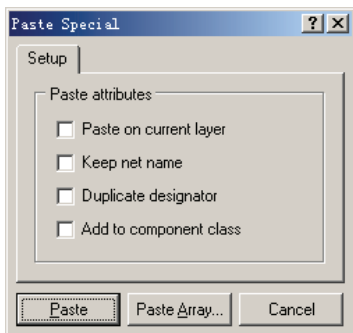

图 6-56 “Paste Special” 对话框
1) 选择“Edit”→“Paste Special”命令，启动阵列式粘贴，系统将弹出图 6-56 所示的“Paste Special（选择性粘贴）”对话框。
2) 设置选择性粘贴方式。在图 6-56 所示的对话框中，可以设置粘贴方式。各选项的意义如下。